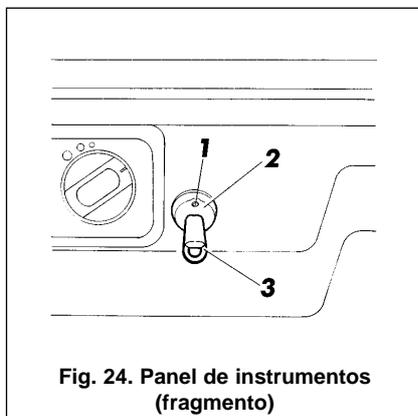

Fig. 24. Panel de instrumentos (fragmento)
El sistema antirrobo debe estar activada en caso de la preparación prevenible. Es importante cerciorarse de que el sistema antirrobo esté conectado y funcionando bien. Para ello es necesario cerrar todas las puertas del automóvil, excepto la del conductor, sentarse en el automóvil y después cerrar la puerta del conductor. El diodo luminoso 1 (fig. 24) del indicador de estado del sistema debe parpadear con la frecuencia de 2 veces al segundo. Acerque cualquiera de las llaves negras 3 al indicador 2 – el diodo debe apagarse y, simultáneamente con esto, debe sonar la señal acústica doble del zumbador.
Para desactivar el régimen de guardia del sistema antirrobo hay que hacerlo pasar en el régimen de la «lectura» del código de la llave, en el cual el diodo luminoso 1 (fig. 24) parpadea con la frecuencia de 2 veces al segundo. El paso al régimen «lectura» es posible con la ayuda de dos medios:
1. Después de abrir cualquiera de las puertas o de la conexión de corta duración de encendido (si el interruptor en la puerta está desarreglado) el inmovilizador pasa para 30 segundos en el régimen de la «lectura de código» – el diodo luminoso 1 (fig. 24) del avisador 2 parpadea con la frecuencia doble.